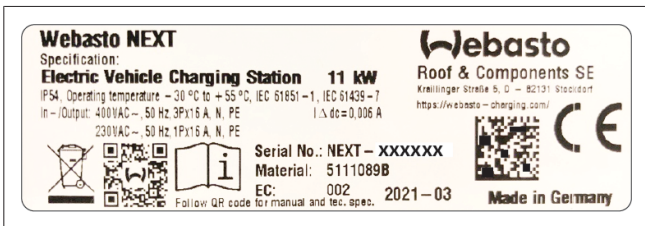

Fig. 1 Exemple plaque signalétique Webasto Next (version 11kW)
3. Entrez les détails concernant votre borne de recharge dans le format suivant : Reportez-vous par exemple aux informations figurant sur la plaque signalétique de votre borne de recharge (voir Fig. 1):